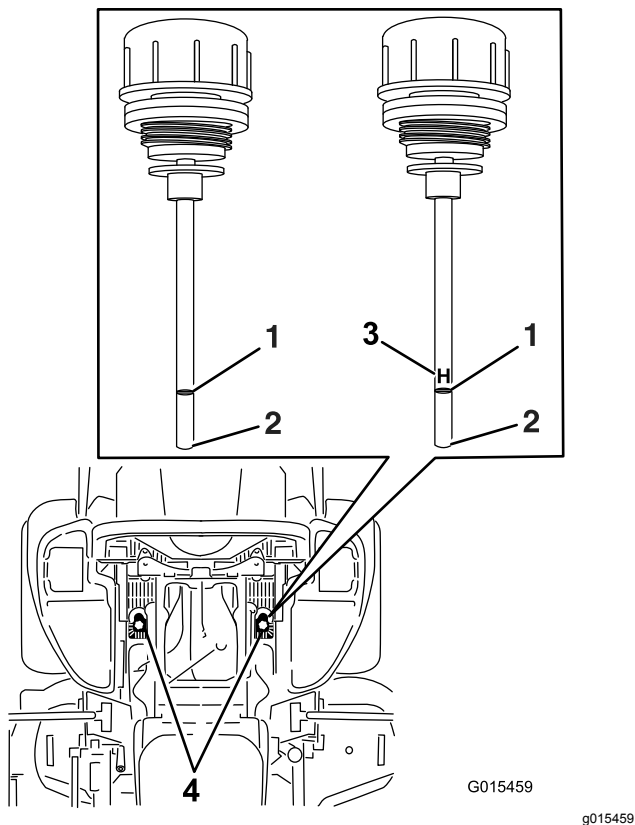

Figura 92
6. Limpie la zona alrededor de las varillas de los depósitos del sistema hidráulico (Figura 92).
7. Retire una varilla del depósito hidráulico (Figura 92).
9. Retire la varilla e inspeccione el extremo (Figura 92).